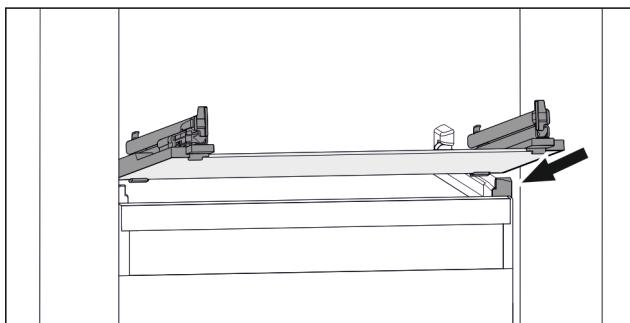

Fig. 47 Reprezentare exemplificativă a plăcii de sticlă
- Așezați placa de sticlă oblic în spatele opritoarelor. (vezi Fig. 47)